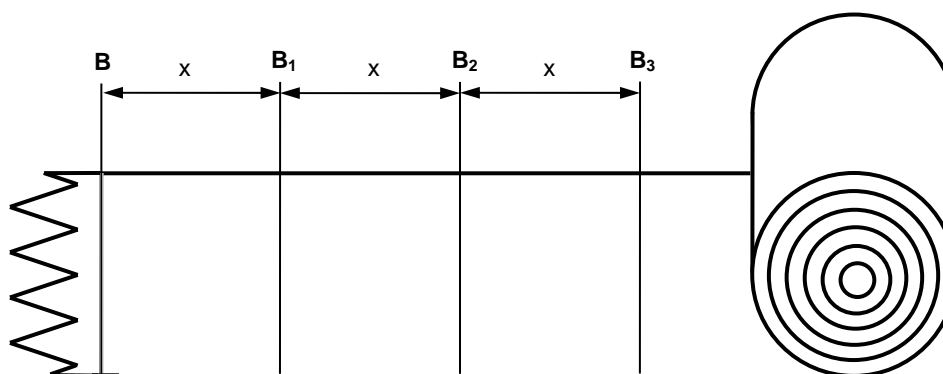

Figura 2: Corte continuo y en serie
- ❑ Si se van a cortar correas/cintas en serie, pueden marcarse las longitudes antes de realizar la operación de corte, tal y como se muestra en la figura 2.